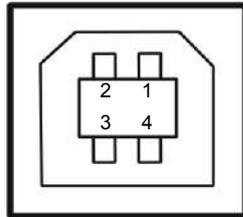

Figure 5-4 Tipo de conector USB-B
1. La conexión de la interface USB y la USB-B (Se muestra en la Figure 5-4):